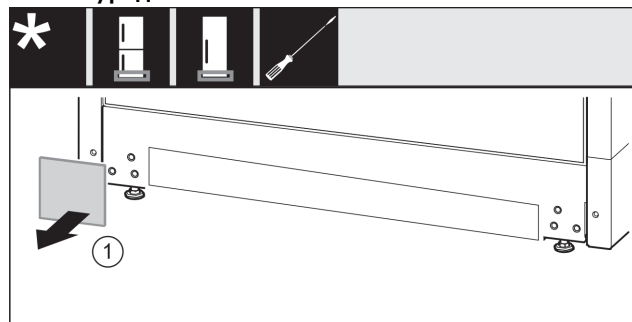

Fig. 11
- ▶ Свалете капака. Fig. 11 (1)